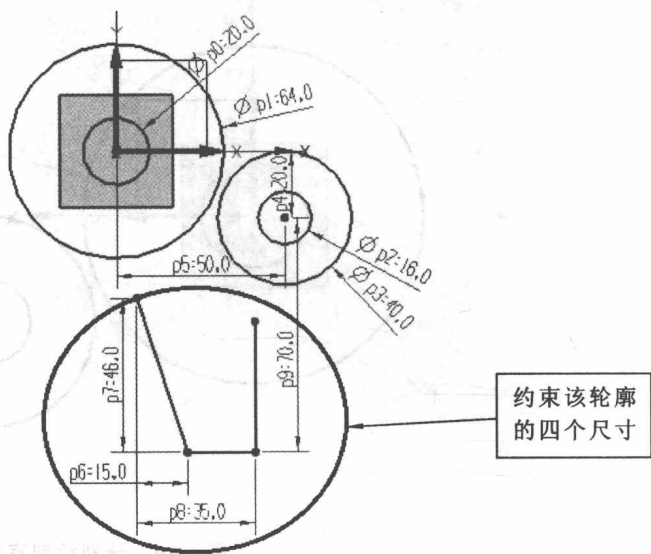

图 1-19 轮廓尺寸约束
(7) 点击【快速尺寸】, 该轮廓尺寸约束如图 1-19 所示。